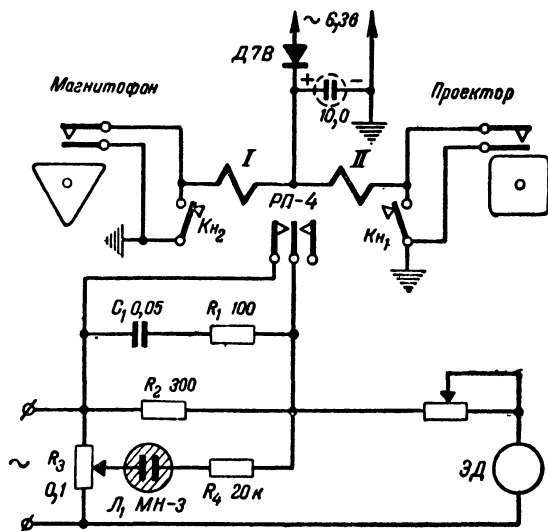

Рис. 4. Принципиальная схема синхронизатора с поляризованным реле.
**Синхронизатор с поляризованным реле.** Принципиальная схема синхронизатора, в котором применено поляризованное реле типа РП-4, приведена на рис. 4.